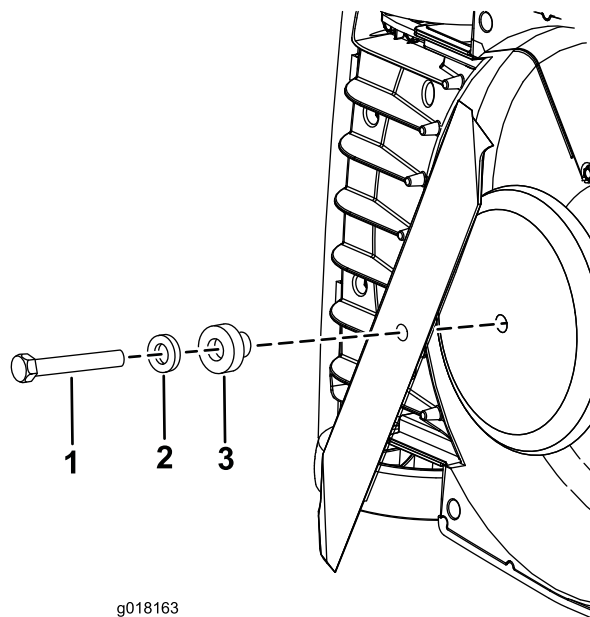

Figura 24
- 5. Retire el perno, la arandela y el espaciador, luego retire la cuchilla (Figura 24).
- 7. Sujete la cuchilla nueva con el perno, la arandela y el espaciador que retiró anteriormente (Figura 24).